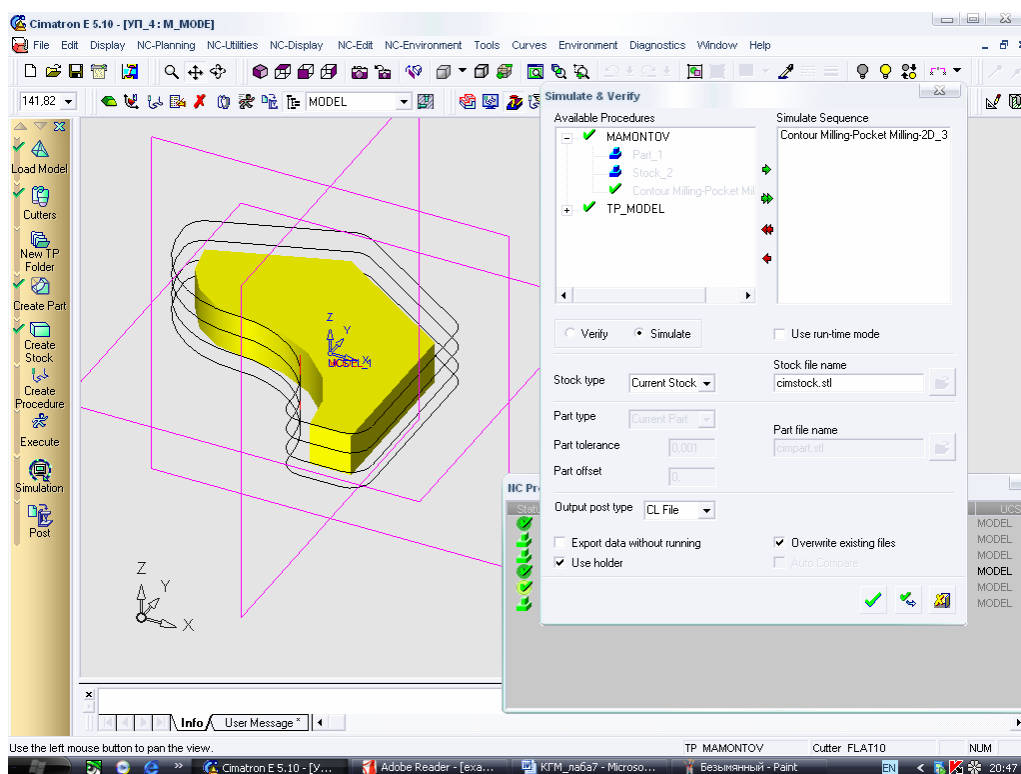

Рисунок 40 – Выбор режима динамического отображения обработки
10. Симуляция. Для запуска симуляции обработки нажимаем кнопку Simulation (Симуляция) на панели проводника обработки. В открывшемся диалоговом окне Simulate & Verify (Симулировать и проверить) указано имя траектории инструмента (рисунок 40). Подтверждаем выбор нажатием зеленой галочки (ОК).